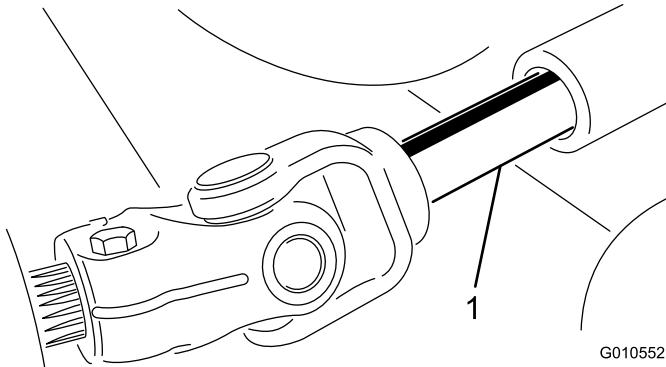

Figura 22
- Rode a unidade de corte afastando-a da unidade de tracção, separando as secções macho e fêmea do veio da tomada de força (Figura 22).
- Deslize o veio macho da tomada de força ao veio fêmea da tomada de força (Figura 22).